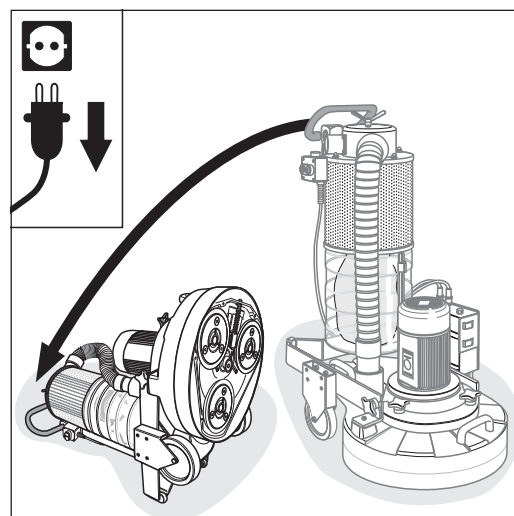
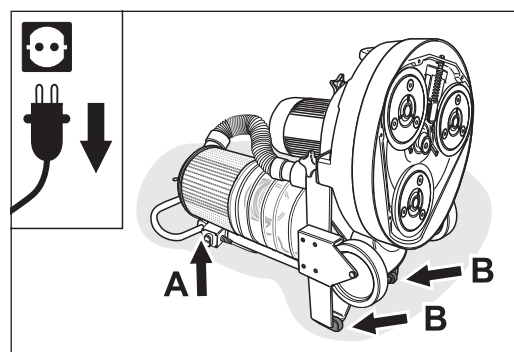

Abb. 105 Mit beiden Händen an den Haltebügel greifen und die Maschine vorsichtig nach hinten kippen.
Abb. 106 Die Maschine muss am Führungsrohr (**A**) und an den beiden Schutzgummis (**B**) aufliegen. **Auf einen sicheren Stand der Maschine achten!**
- 10** Greifen Sie mit beiden Händen an den Haltebügel und kippen Sie die Maschine vorsichtig nach hinten (Abb. 105), bis die Maschine auf dem Führungsrohr (Abb. 106, **A**) und den beiden Schutzgummis am Rahmen des Fahrgestells (Abb. 106, **B**) aufliegt.